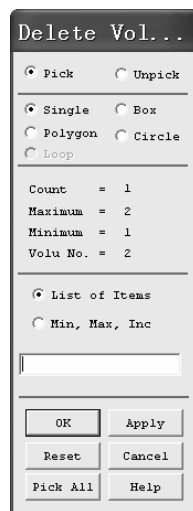
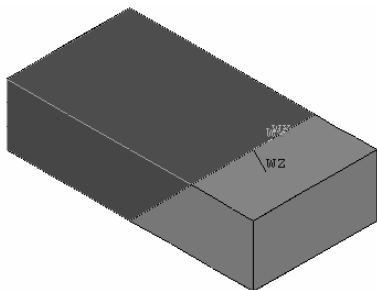
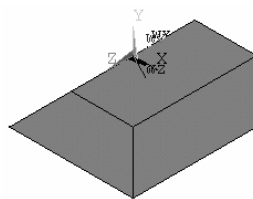

图 2-112 “Delete Vol...” 窗口
图 2-113 左侧分割体被选中
图 2-114 左侧分割体被删除
(6) 依次选择 Main Menu>Preprocessor>Modeling>Delete>Volume and Below, 弹出“Delete Vol...”窗口(见图 2-112)。用鼠标左键选中左侧的分割体(见图 2-113), 单击“OK”按钮, 左侧分割体被删除(见图 2-114)。